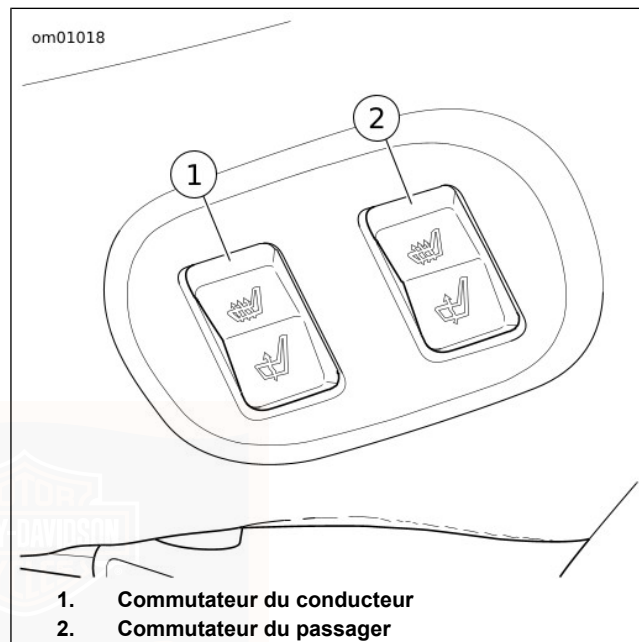

Figure 28. Commutateurs de selle chauffante
Voir Figure 28. Les commandes de selle chauffante pour le conducteur (1) et le passager (2) sont situées sur le côté gauche de la selle.